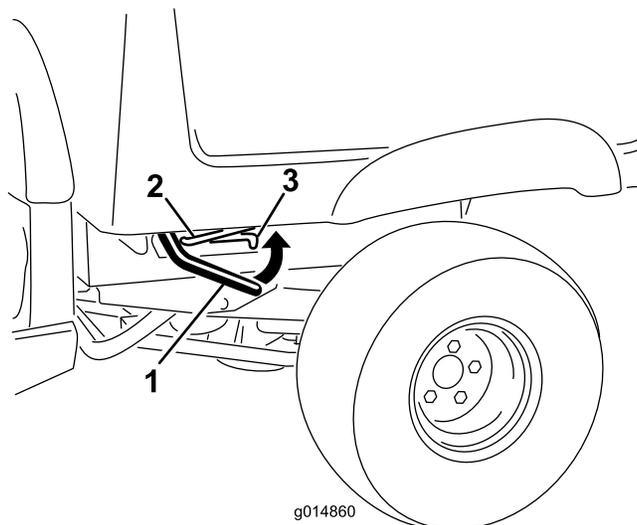

Bild 17
1. Heben Sie den Hebel an beiden Seiten in der Nähe der vorderen Kante der Staubox an und heben Sie die Staubox an (Bild 17).
2. Ziehen Sie die Stützstange in die hintere Arretierung am Ende des Schlitzes im linken Rahmen der Maschine, um die Staubox zu befestigen (Bild 17).
1. Heben Sie den Riegel an, um die Staubox etwas anzuheben (Bild 17).
2. Schieben Sie die Stützstange aus der Auskerbung heraus (Bild 17).
3. Senken Sie die Staubox ab, bis sie fest verriegelt ist (Bild 17).